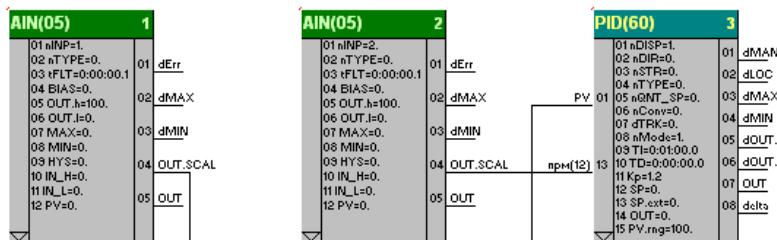

Рисунок 2.7 - Зв'язні параметри
3) Вихідний сигнал функціонального блоку багатовідного I 5-MULTI_AND (20) -03 подається на 1-й дискретний вихід контролера, для чого на вхід 01 блоку дискретного виходу 9-DOT (09) підключений 01 вихід блоку багатовідного I 5-MULTI_AND (20) -03. Сигнал на вході 01 функціонального блоку дискретного виходу 9-DOT (09) інвертується.
4) На рис.2.7 показана інверсія входів наступних функціональних блоків: